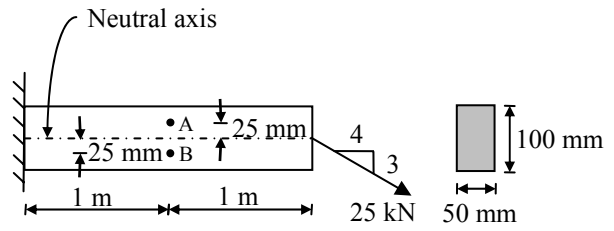

Figure 3
3. Calculate the principal stresses and their directions at the surface locations A and B for the cantilever beam shown in Fig. 3.
3. Calculez les contraintes principales et leur direction aux point A et B situés en surface de la poutre en porte-à-faux illustrée à Fig. 3.